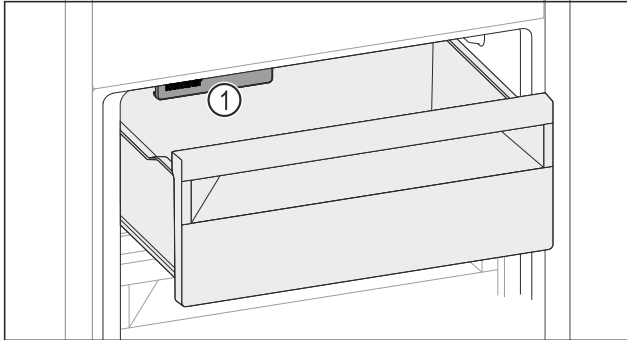

Fig. 213
- Tenez compte de l'IceMaker Fig. 213 (1).